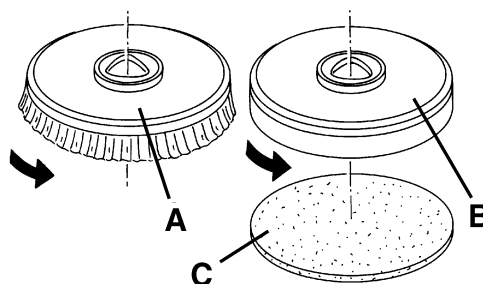

Figure 2
1. Sur la machine, et la brosse (A, Fig. 2) et le plateau support disque (B) avec disque (C) peuvent être installés, en fonction du traitement à effectuer sur le sol.
2. Appuyer sur les boutons-poussoirs (71) et / ou (73) pour arrêter la machine.
3. Positionner la brosse (A) ou le plateau support disque (B) sous la tête (18).
4. Baisser la tête sur la brosse / plateau support disque en appuyant sur la pédale (11).
5. Appuyer sur le bouton-poussoir de rotation brosse / plateau support disque (71) et d'activation système d'aspiration (73).
7. Pour déposer la brosse / plateau support disque, il est nécessaire de soulever la tête en appuyant sur la pédale (11), puis appuyer sur le bouton-poussoir (71) et attendre jusqu'à ce que la brosse / plateau support disque tombe au sol. Si l'opération n'est pas effectuée automatiquement, déposer manuellement la brosse / plateau support disque du moyeu, en la tournant dans le sens contraire au sens de rotation.